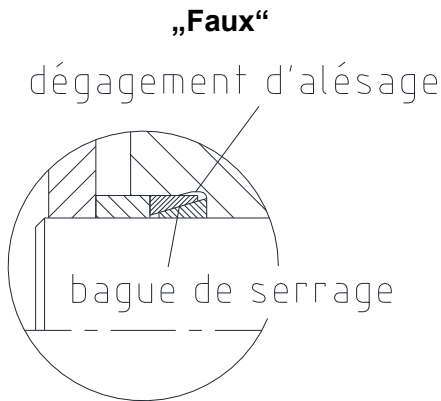

Fig 4: élément de serrage dans dégagement
- Si un dégagement est présent, il doit être comblé avec une entretoise (voir Figure 4 et 5). L'entretoise peut être omise s'il n'y a pas de dégagement.